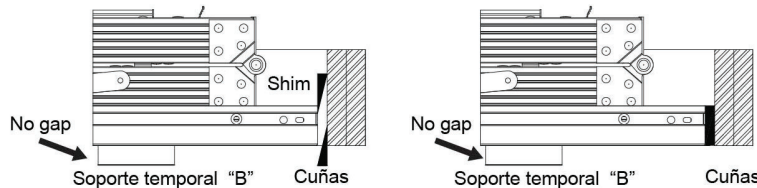
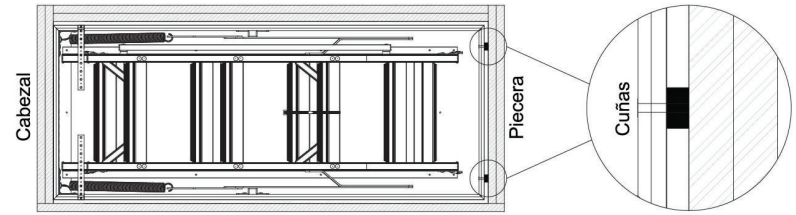

Figura 7 Colocación de cuñas en la piecera
Figura 7.1
J. Instaladores #1 y #2: Coloque las cuñas desde abajo y desde arriba entre el marco de aluminio y la abertura del techo en el extremo de la piecera para mantener el extremo opuesto (cabezal/bisagra) centrado y ajustado contra el cabezal de madera de la abertura. Ver Figura 7. Las cuñas deben proporcionar un soporte uniforme para que el marco de aluminio no se tuerza o pandee. Centre las cuñas en las ubicaciones de las perforaciones de los (2) bujes plásticos de la piecera. Ver Figura 7.1. Asegúrese que la escalera de ático este apoyada firmemente sobre los soportes temporales y no se haya levantado.